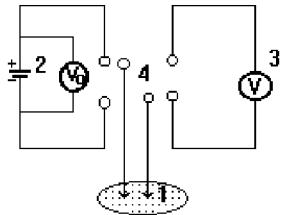

Рисунок 7
- Собрать электрическую схему (рисунок 7), состоящую из исследуемого питательного вещества и иглы - 1; источника постоянного тока на $U_0 = 4\text{-}6$ В - 2; цифрового высокоомного вольтметра - 3; четырехполюсного ключа - 4.